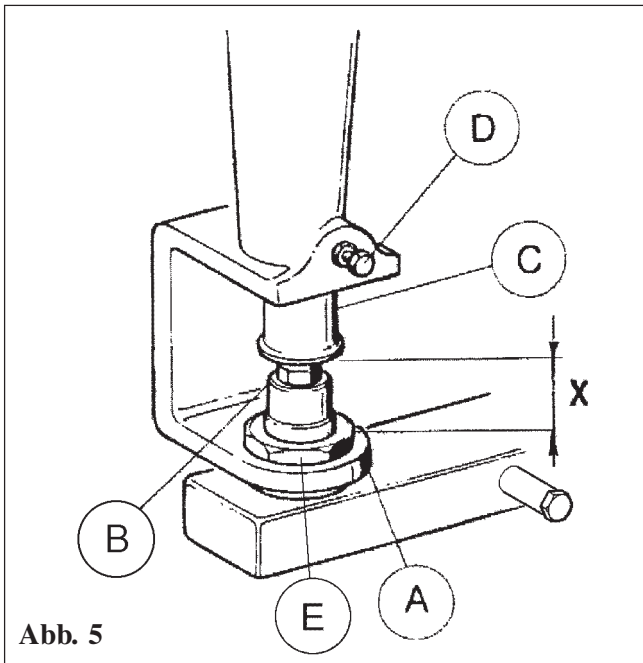

Abb. 5
**F) Brenner (Abb. 5)**
Die Mutter losschrauben (Abb. 5 Pos. E)